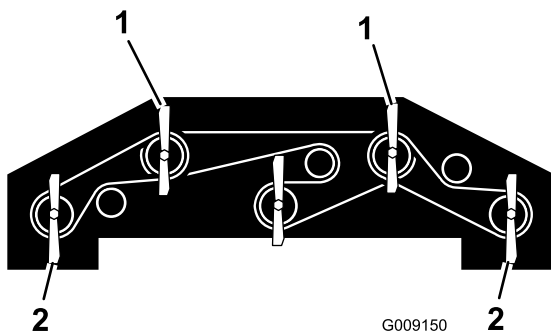

Figure 94
1. Tournez les 2 lames avant extérieures et les lames des ailettes pour les pointer vers l'avant (Figure 94).